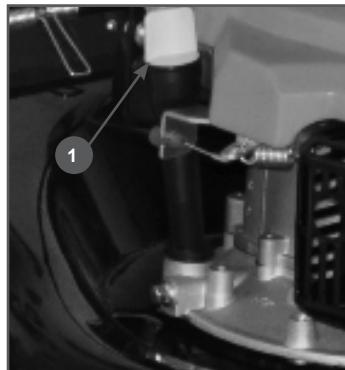

Рис. 10 Замена моторного масла
5. Осторожно откройте крышку-щуп 1 (Рис. 10) маслозаливной горловины, протрите его насухо и отложите в сторону.